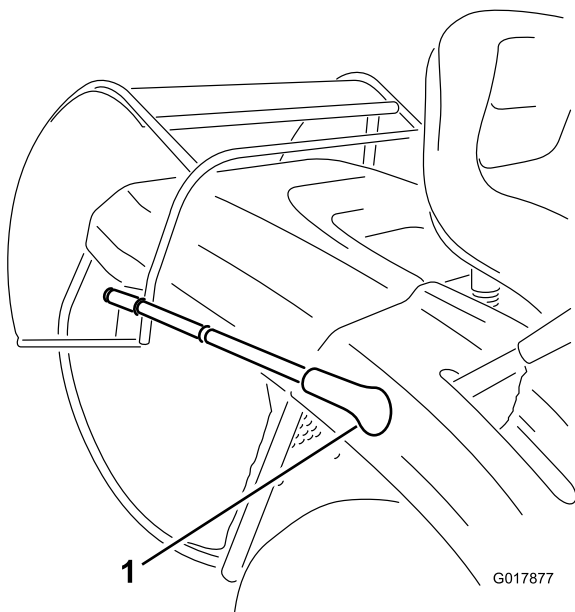
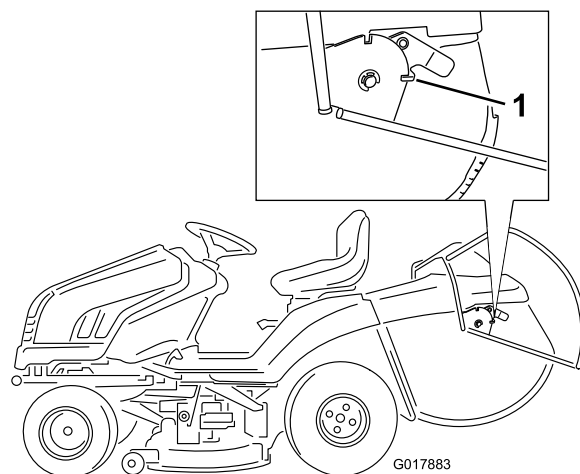

Figura 17
Figura 18
3. Tirate in avanti la leva di scarico del cesto di raccolta e inclinate il cesto (Figura 17) fino a quando il fermo di chiusura non si innesta e blocca il cesto nella posizione aperta (Figura 18).